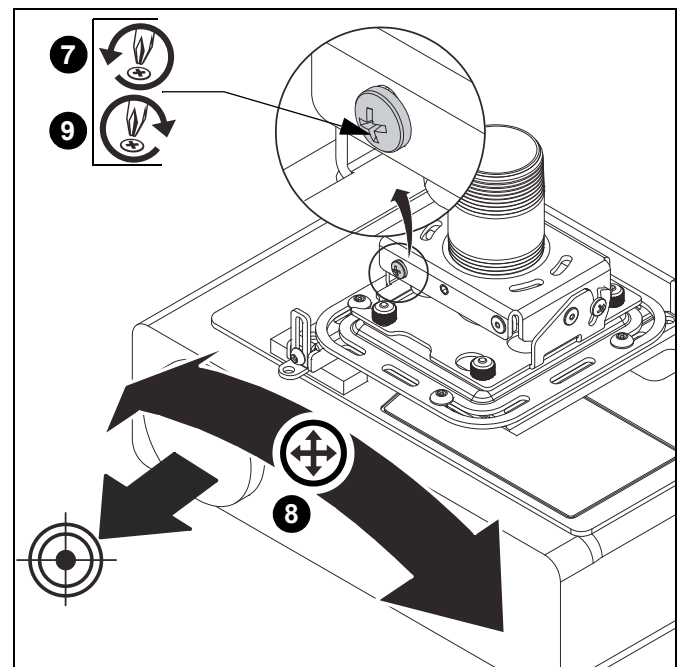

Figura 21
8. Ajuste o projetor para a posição de oscilação desejada. (Consulte a Figura 21)